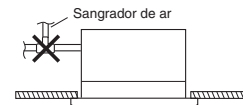

Fig. 3-26
- Não instale um sangrador de ar, pois isso pode causar o salpico de água da saída do tubo de drenagem. (Fig. 3-26)